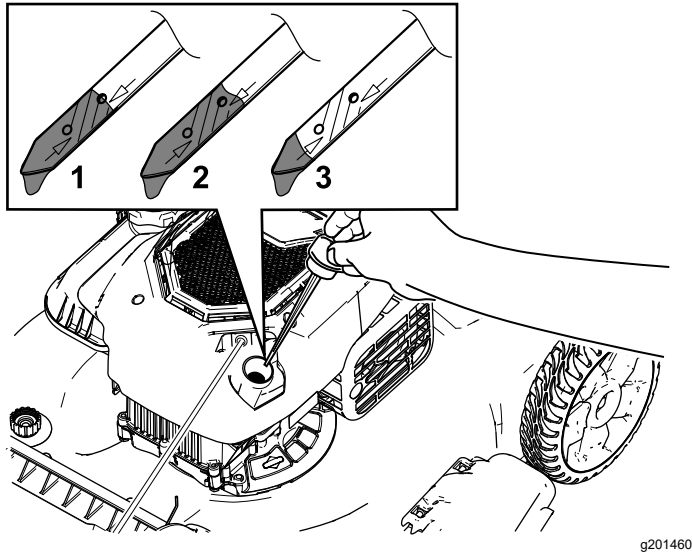

Figura 24
3. Retire la varilla girando el tapón en el sentido contrario a las agujas del reloj y tirando del mismo (Figura 24).
10. Observe el nivel de aceite en la varilla (Figura 24).